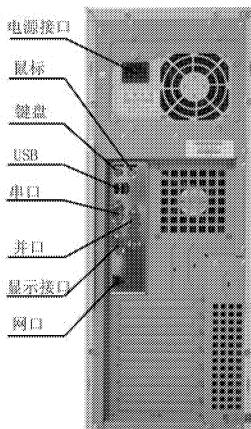

图 2-3 主机后 I/O 接口
- 步骤 3: 参考“图 2-3 万全 2300T 服务器主机后视图”, 连接键盘、鼠标、网线、显示器信号线至主机相应接口处, 并拧紧显示器信号线; 根据需要还可以连接打印机电缆;